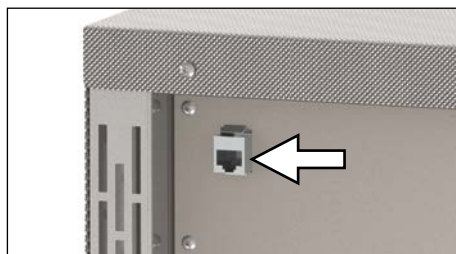
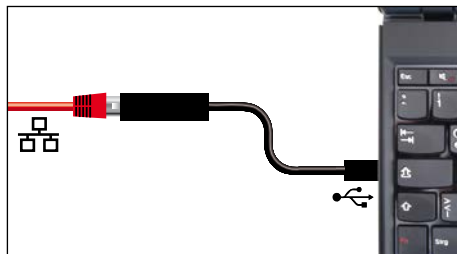

Fig. 4 Ethernet-grænseflade
Fig. 7 Ethernet-USB-konverteringsenhed
Ethernet-grænsefladen er beregnet til enheder, der opfylder kravene iht. IEC 60950-1. Via en Ethernet-grænseflade kan enheden slutes til et netværk, og protokoller kan udlæses med softwaren AtmoCONTROL (ekstraudstyr). Ethernet-grænsefladen er placeret bag på enheden (Fig. 4).
- ▶ USB-Ethernet-konverteringsenhed (Fig. 7). Hermed er det muligt at forbinde enhedens Ethernet-tilslutning (se side Fig. 4) med USB-tilslutningen på en PC/bærbar computer.